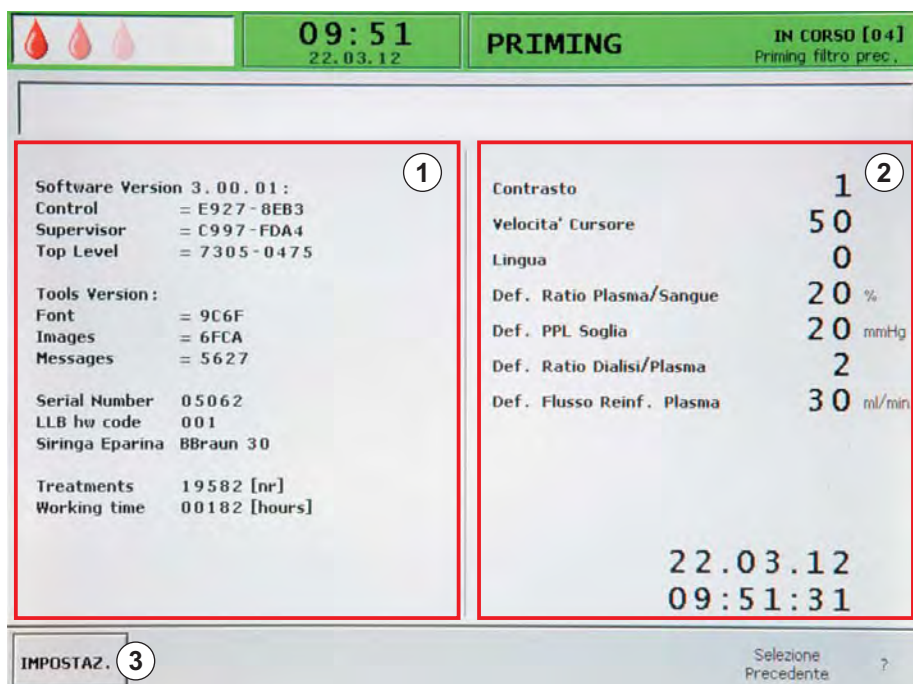

Fig. 4-4 Videata *Impostazioni*
↳ Appare la videata *Impostazioni* (Fig. 4-4), che indica i dati dell'apparecchiatura a sinistra (①) e i parametri di default sulla destra (②).